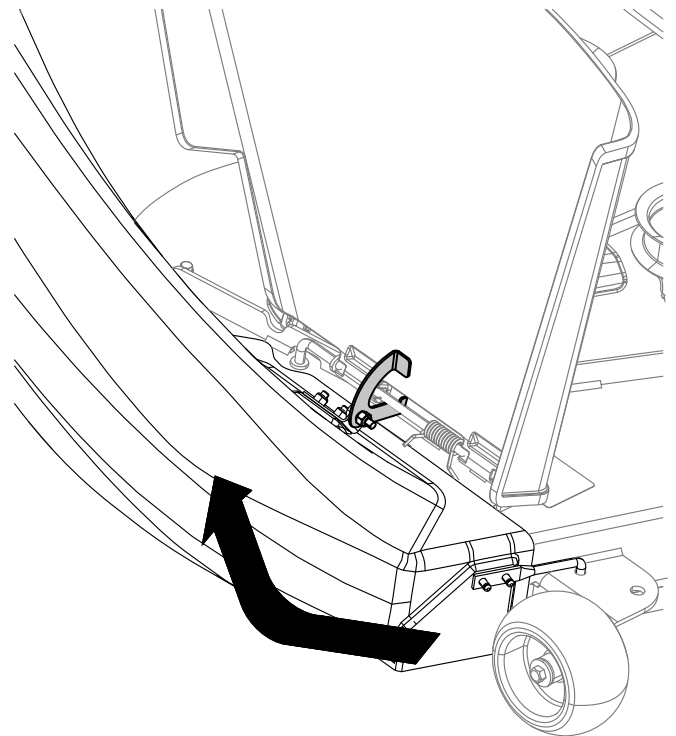

Figura 17
3. Na parte superior da calha, engate o fecho em forma de gancho em redor da barra de articulação do conjunto do defletor e instale a barra no furo na plataforma do cortador (Figura 17).